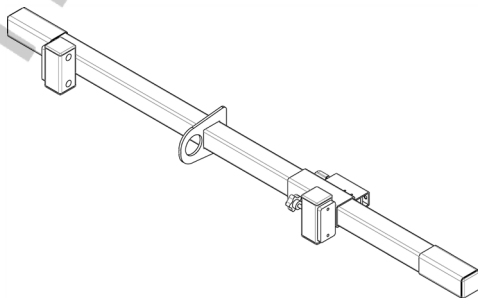

Fig. 1
- 2 protective sheath (fig. 1, item 1).
- 1 fixed pad (fig. 1, item 2).
- 1 clamping pad (fig. 1, item 3).
- 1 mobile jaw (fig. 1, item 4).
- 1 indexing lever (fig. 1, item 5).
- 1 clamping screw (fig. 1, item 6).
- 1 fixed jaw (fig. 1, item 7).
- 1 guide tube (fig. 1, item 8).
- 1 anchor point (fig. 1, item 9).
- 6 protective caps (fig. 1, item 10).
- 40 index holes (fig. 1, item 11).
- 1 mobile jaw limit stop (fig. 1, item 12).
- An anchor device nameplate (fig. 1, item 13).